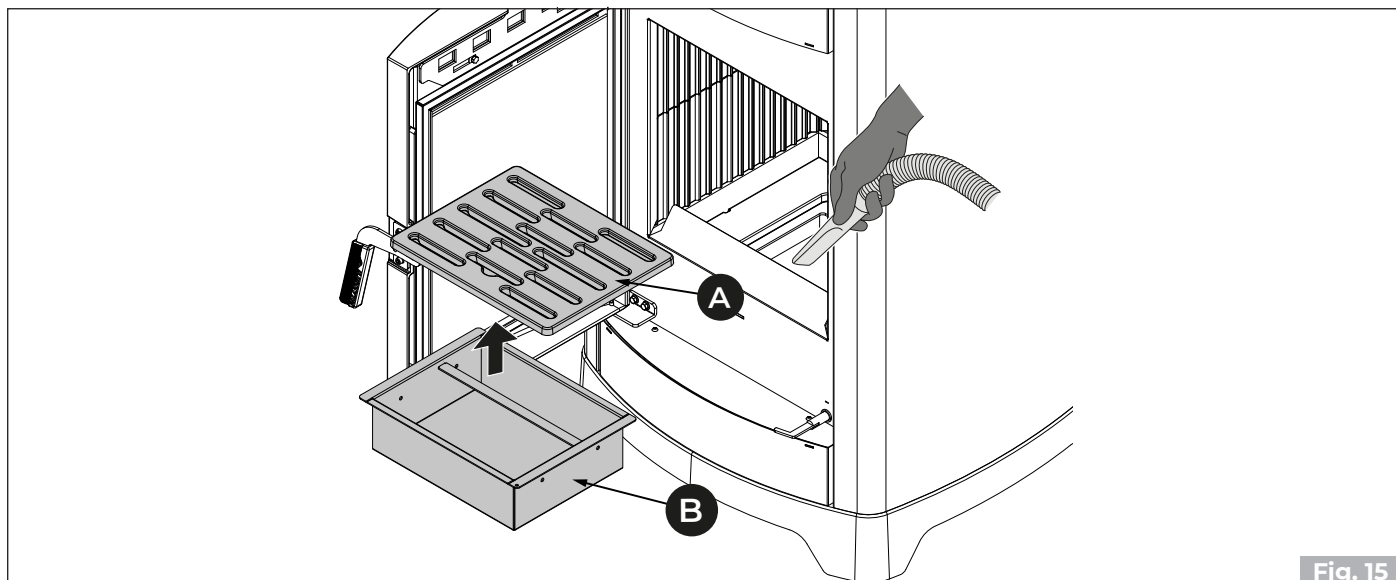

Fig. 15
- 1) Nettoyer soigneusement la grille (**A**) (**Fig. 15**). La retirer et effectuer le nettoyage du foyer en utilisant une balayette (non fourni) en faisant convoyer les résidus de la combustion dans le tiroir des cendres.
- 2) Retirer le tiroir à cendres (B) de la base et aspirer les cendres déposées dans les compartiments situés en dessous (Fig. 15).